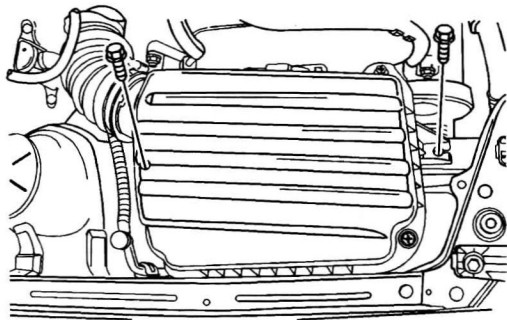

图 1-3-2 拆卸空气滤清器壳体螺栓和滤清器壳体
5. 拆卸空气滤清器壳体螺栓 (图 1-3-2)。
6. 拆卸空气滤清器壳体 (图 1-3-2)。